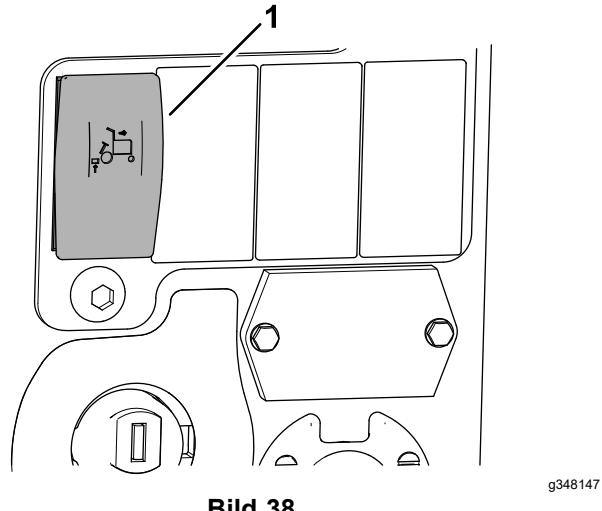

Bild 38
1. Stellen Sie den Schalter für die automatische Hubbegrenzung im Rückwärtsgang in die EIN-Stellung (Bild 38).
4. Um die automatische Hubbegrenzung im Rückwärtsgang auszuschalten, drücken Sie den Schalter für die automatische Hubbegrenzung im Rückwärtsgang in die Aus-Stellung (Bild 38).